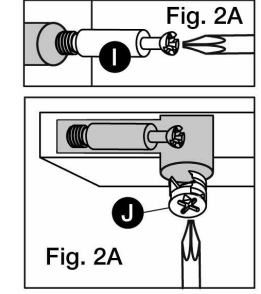

Figure 2
3. Inserte las clavijas de madera de 1/4" (H) y las levas de pernos (I) dentro de los huecos pre-perforados en el panel frontal (C) y en la pilastera izquierda (A); deslice a continuación el panel (D) sobre las clavijas y las levas de pernos dentro de los huecos pre-perforados en el borde del panel, como se muestra en la Fig. 2. Trabajando desde la cara interior, asegúrelo con las levas de bloqueo (J) insertadas a través de los huecos pre-perforados.
4. Repita el proceso usando el panel derecho (E).
3. Insert 1/4" wood dowels (H) and cam bolts (I) into pre-drilled holes in front panel (C) and left side pilaster (A), then slip left side panel (D) over dowels and cam bolts into pre-drilled holes in edge of panel as shown in Fig. 2. Working from the inside face, secure with cam locks (J) inserted through pre-drilled holes.